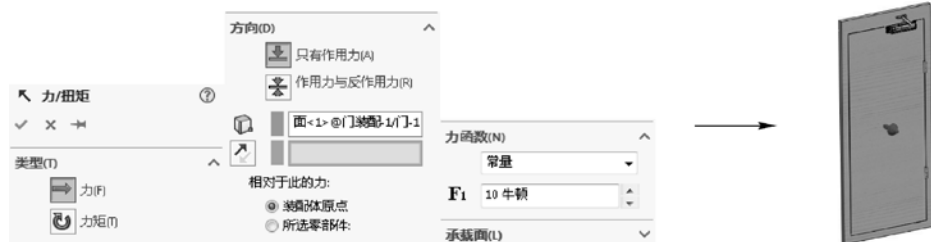

图 6-18 添加力
STEP 2 单击操控面板工具栏中的“力”按钮，打开“力”属性管理器，选择门的后面为力的作用面，并将力调整为正确的方向，设置力的大小为 10N，其他选项保持系统默认，添加推门的作用力，如图 6-18 所示。